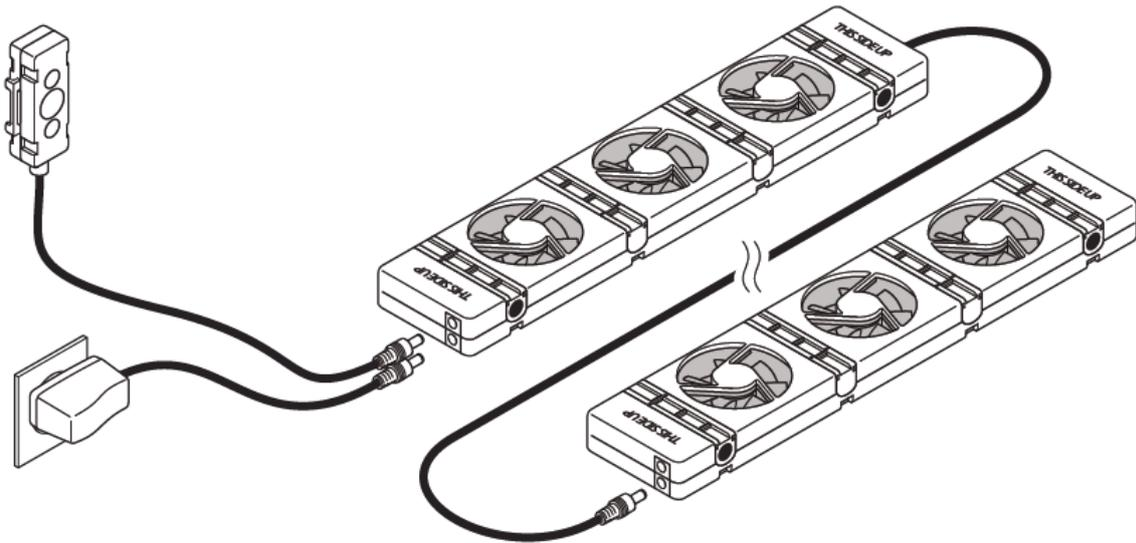

Abbildung 4 - Verbinden weiterer Heizkörperventilatoren (A).
6. Bei langen Heizkörpern verbinden Sie zusätzliche **Heizkörperventilatoren** (A) mithilfe des 30 cm langen **Verbindungskabels** (F) (siehe Abb. 4). Es können mehrere **Heizkörperventilatoren** (A) (**bis zu 20**) mit einem **Netzadapter** (D) verbunden werden. Zusätzliche **Temperaturfühler** (E) sind nicht erforderlich. Das Duo-Set und das Trio-Set enthalten mehrere **Heizkörperventilatoren**.